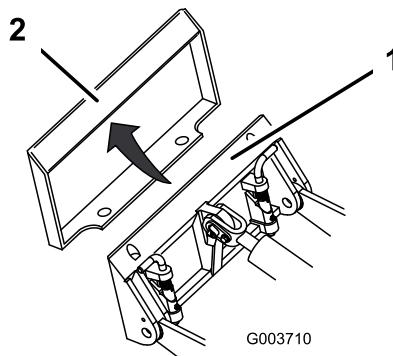

Figura 14
- Coloque la placa de montaje debajo del reborde superior de la placa receptora del accesorio (Figura 14).